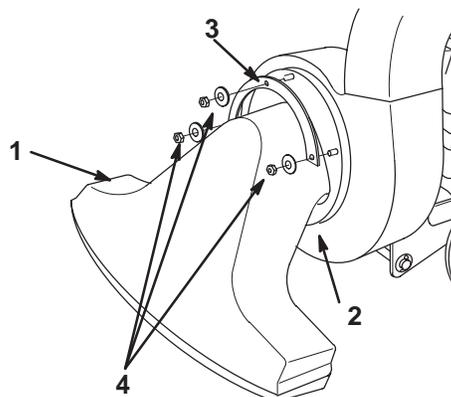

Figure 9
- Montez le bord inférieur de la bride de la buse dans le support de fixation (Fig. 9).
- Positionnez la bride de retenue sur les 3 boulons qui dépassent de la buse (Fig. 9).
- Fixez la buse et la bride à la souffleuse avec 3 rondelles et contre-écrous (Fig. 9).